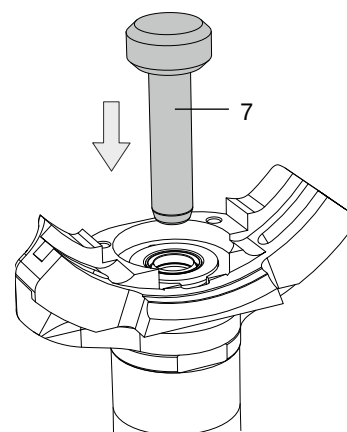

Abb. 8.4 – Verschlussstopfen einsetzen
- 6) Entstandene Öffnung mit Verschlussstopfen (7) verschließen, s. Abb. 8.4.